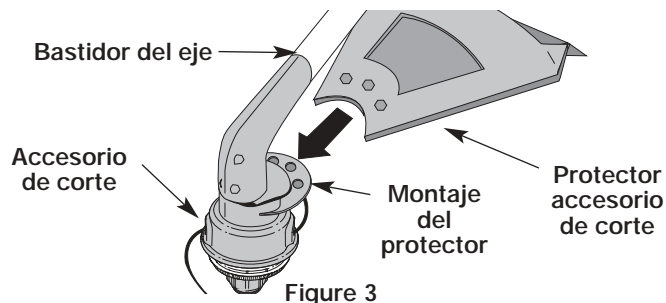

Figure 3
1. Deslice el protector accesorio de corte en el montaje del protector sobre el accesorio de corte. Alinee los orificios de los tornillos del protector con los orificios del accesorio de corte (Fig. 3).